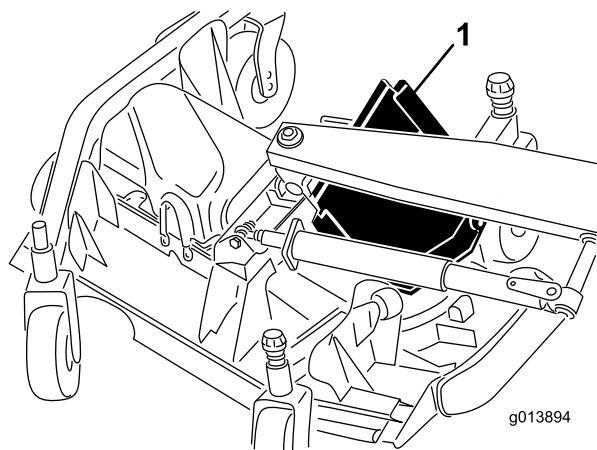

Figure 68
6. Soulevez le bord avant et guidez-le entre le bras de levage et le galet pour le déposer (Figure 68).